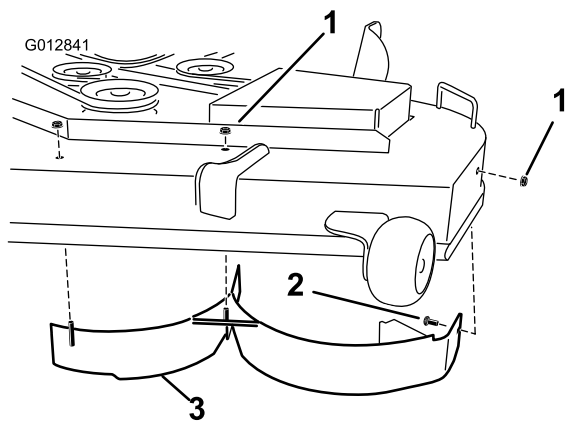

Figura 32
6. Remova as duas porcas de bloqueio (5/16 polegada) presas aos postes soldados do abafador esquerdo na parte superior da plataforma do cortador nas posições central e esquerda (Figura 32). Remova o parafuso de carroçaria e porca de bloqueio na parede lateral da plataforma do cortador que prende o abafador esquerdo à plataforma.
7. Remova o abafador esquerdo da plataforma de corte como se mostra em Figura 32.